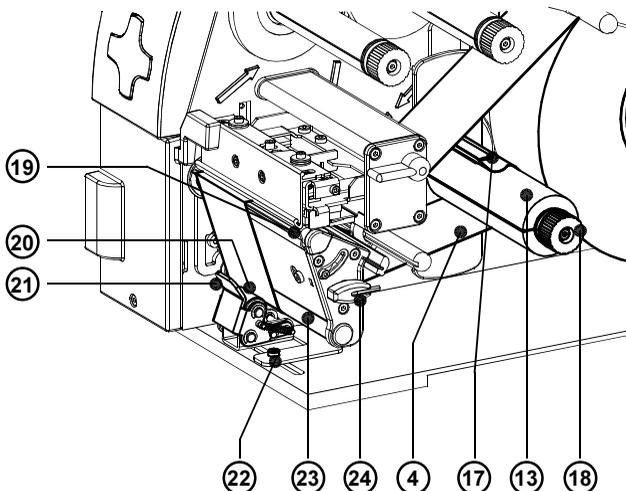

Bild 7g Einlegen von Etiketten im Spendemodus
13. Für den Betrieb im Spendemodus schwenken Sie das Andrucksystem (21) von der Umlenkwalze (23) ab.
14. Führen Sie den Etikettenstreifen (4) gemäß Bild 7g um die Spende­kante (19) zum internen Aufwickler (13). Schieben Sie den Streifen unter die am Aufwickler befindlichen Klemmen (17). Halten Sie den Aufwickler fest und drehen Sie die Mutter (18) so weit wie möglich entgegen dem Uhrzeiger­ sinn. Dadurch wird der Etikettenstreifen am Aufwickler festgeklemmt. Drehen Sie anschließend den gesamten Aufwickler entgegen dem Uhrzeigersinn, um den Etikettenstreifen zu straffen.
15. Lösen Sie die Schraube (22) mit dem Sechskantschlüssel (24) und richten Sie das Andrucksystem (21) mit der Andruckrolle (20) durch seitliches Verschieben mittig zum Etikettenstreifen aus.
16. Schwenken Sie das Andrucksystem (21) zur Umlenkwalze (23) und ziehen Sie die Schraube (22) an.